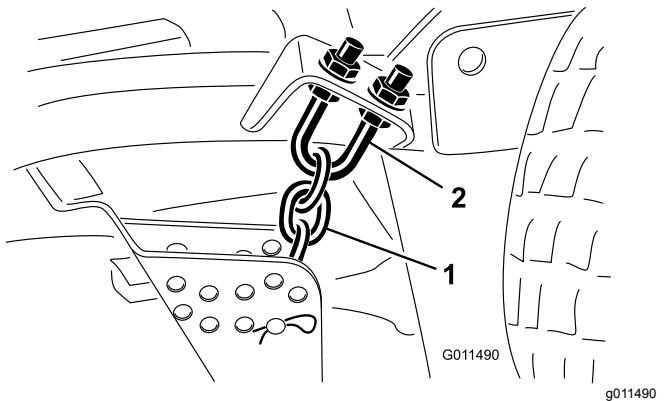

Figure 104
- Desserrez les écrous de blocage en haut ou en bas de l'étrier fileté de la chaîne de hauteur de coupe (Figure 104).